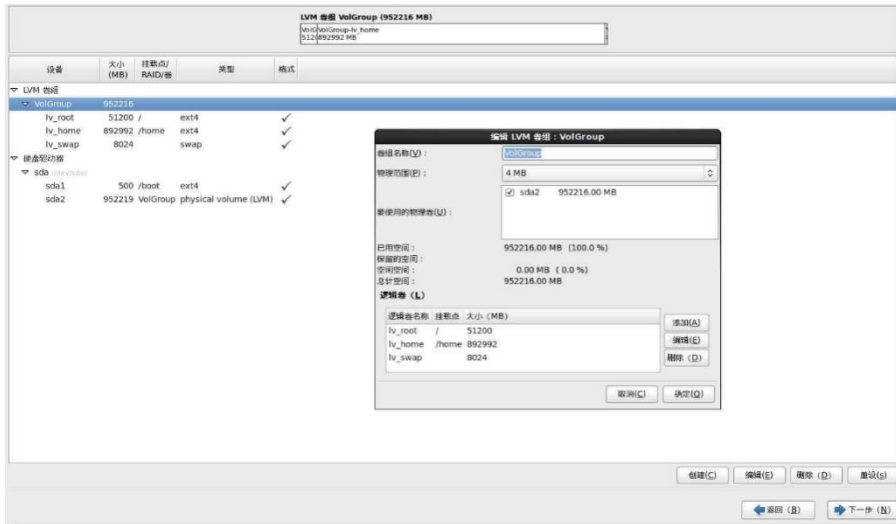

图 6-60
u. 单击下一步，系统提示准备好安装介质光盘，如图 6-60 所示。